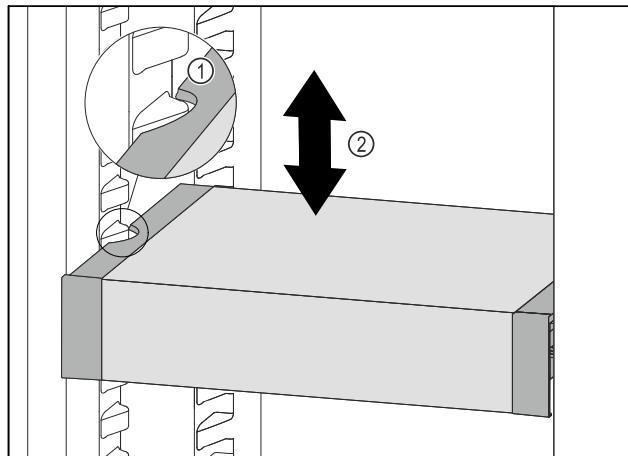

Fig. 49
- ▶ Издеглете VarioSafe напред, докато страниците прорези на VarioSafe се намират на височината на реброто на съда в хладилната част. Fig. 49 (1)
- ▶ Преместете VarioSafe нагоре или надолу в хладилната част, докато се достигне желаната височина. Fig. 49 (2)